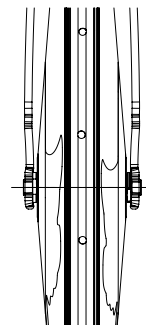

Fig. 12
- Inserite la ruota nella forcella facendo coincidere i fori della forcella con i fori del perno ruota (Fig.12).